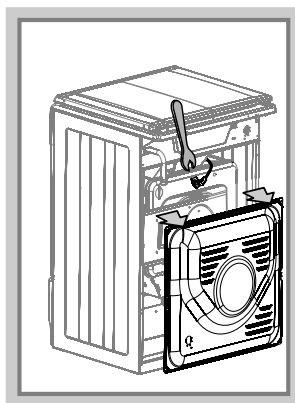

Рис.19
- при помощи ключа выкрутить и заменить сопло (рис.19). Если доступ затруднен, нужно:
При переводе плиты на другой вид газа после замены сопел горелок необходимо отрегулировать ВМР. Для этого необходимо зажечь горелку (для духовки с терморегулятором - закрыть дверцу и прогреть духовку в течение 15...20 минут). Перевести ручку крана в положение «малое пламя», снять ручки, воротники, панель и отверткой, вращая ВМР, добиться минимального, но устойчивого пламени горелки (длина пламени должна составлять 4...6 мм) (рис. 19). Правильность настройки проверяется быстрым поворотом ручки крана из положения «максимальное пламя» в положение «малое пламя». Пламя при этом не должно гаснуть.